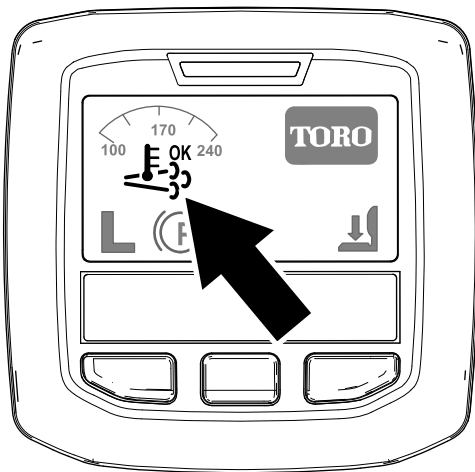

Figura 38
- Aparece el icono de regeneración de asistencia/restablecimiento en el InfoCenter (Figura 38).